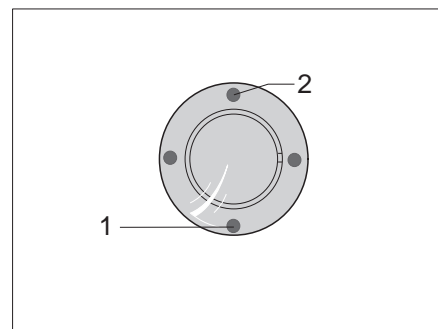
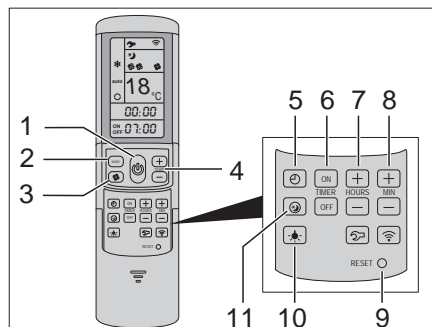

Bild 119 IR-Empfänger/Funktionsanzeige
Bild 120 Fernbedienung
Die Klimaanlage ist auf dem Dach des Fahrzeugs angebracht. Die Fernbedienung (Bild 120) für die Klimaanlage befindet sich im Küchenbereich.
- Fahrzeug an die 230-V-Versorgung anschließen. Die Klimaanlage ist betriebsbereit. Die blaue LED (Bild 119,1) leuchtet.
- Zum Einschalten die Taste (Bild 120,1) auf der Fernbedienung drücken. Die blaue LED (Bild 119,1) blinkt.
- Die gewünschte Betriebsart mit der Taste MODE (Bild 120,2) einstellen.
- Bei Bedarf mit der Taste (Bild 120,3) die gewünschte Gebläsestufe und mit den Tasten (Bild 120,4) die Raumtemperatur einstellen.
Im Kühlbetrieb: Ist die auf der Fernbedienung eingestellte Temperatur erreicht, erlischt die blaue LED (Bild 119,1), der Kompressor schaltet ab und das Umluftgebläse läuft weiter.
Im Heizbetrieb: Ist die auf der Fernbedienung eingestellte Temperatur erreicht, erlischt die gelbe LED (Bild 119,2), der Kompressor schaltet ab und das Umluftgebläse läuft weiter. Wird die eingestellte Raumtemperatur unterschritten, schaltet das Gerät automatisch wieder auf Heizbetrieb.
Ausschalten: ■ Zum Ausschalten die Taste (Bild 120,1) auf der Fernbedienung erneut drücken.
- Zum Programmieren die Klimaanlage mit der Taste (Bild 120,1) auf der Fernbedienung einschalten.
- Mit der Taste (Bild 120,2) die gewünschte Betriebsart und mit den Tasten (Bild 120,4) die Raumtemperatur einstellen.
- Mit den Tasten (Bild 120,6) die gewünschte Funktion auswählen:
- Mit den Tasten (Bild 120,7 und 8) die gewünschte Schaltzeit wählen (15 Minuten bis 24 Stunden).
- Einstellung mit den Tasten "ON" oder "OFF" (Bild 120,6) bestätigen.